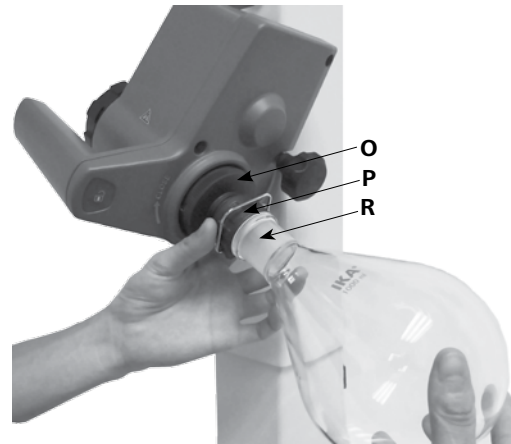

Fig. 15a
- Наденьте испарительную колбу (R) на паровую трубку. (Fig. 15a)